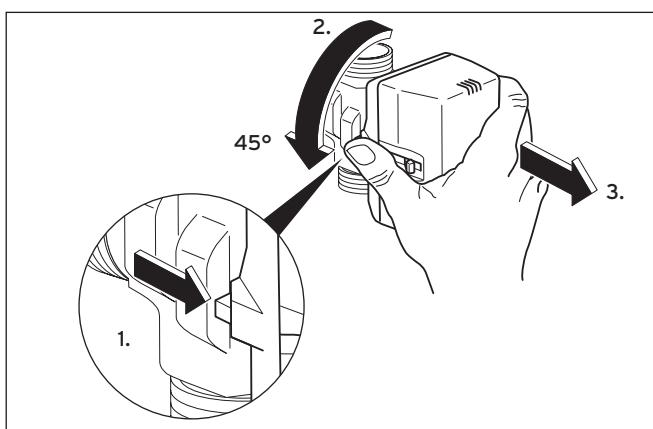

Рис. 6.5 Снятие корпуса двигателя клапана рассольной смеси
- Снимите корпус двигателя с корпуса клапана рассольной смеси (см. рис. 6.5):